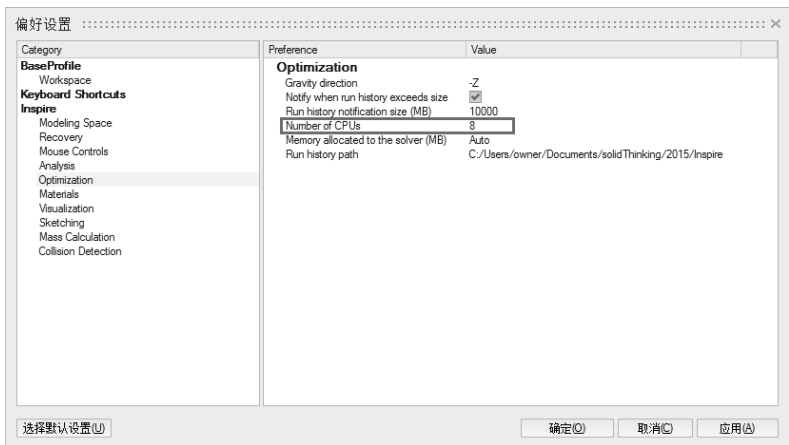

图 1-6
4) 修改设置：选择 Optimization→Number of CPUS 选项，可以提高计算速度，如图 1-6 所示。